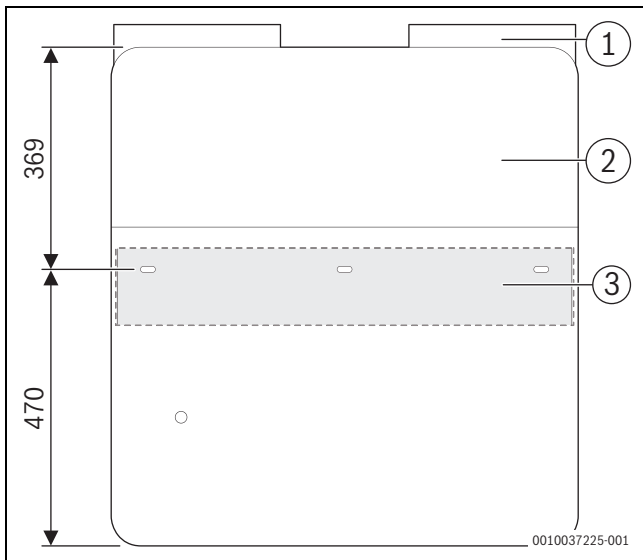
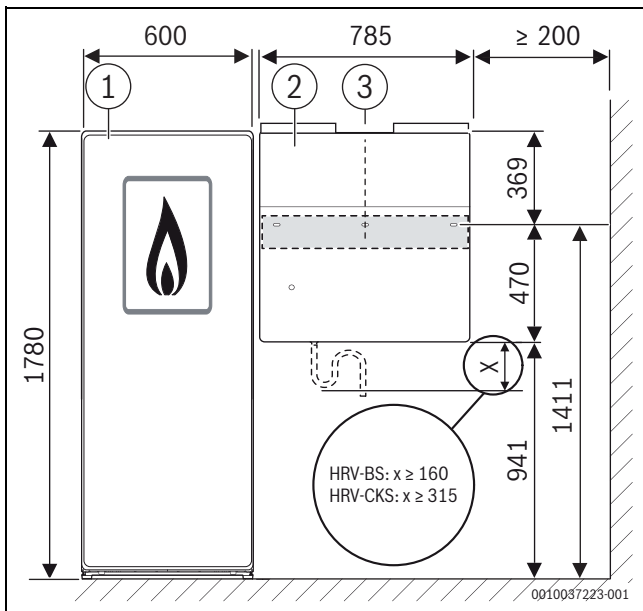

Bild 19 Einbaumaße autarke Installation des Lüftungsgeräts
Bild 20 Einbaumaße im System mit einem Bosch Wärme-erzeuger
- ▶ Einbaumaße bei autarker Installation des Lüftungsgeräts und im System mit einem Bosch Wärmeerzeuger beachten (→ Bild 19 und Bild 20).